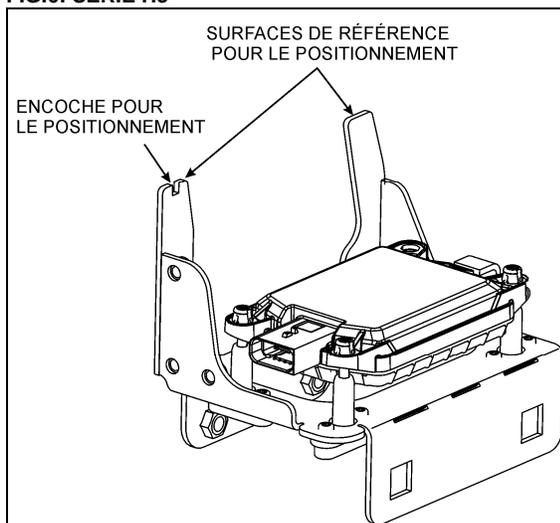
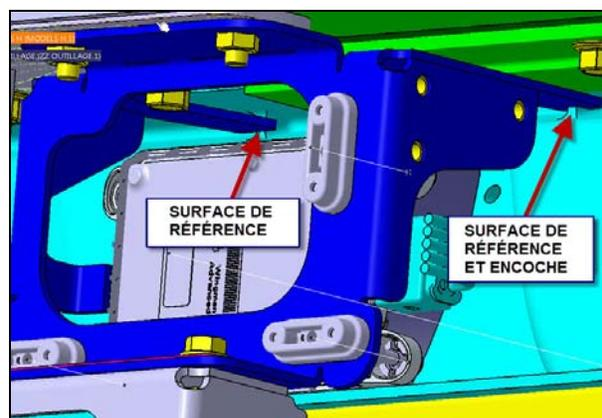

FIG.7: SÉRIE H3
FIG.8: SÉRIE H3
3. Brancher le câblage au connecteur du capteur radar puis installer le nouveau capteur radar préassemblé avec le support de façon similaire à l'installation précédente. Assurez-vous de bien appuyer les surfaces de référence contre la structure du pare-chocs et de bien positionner l'encoche (fig.7 et fig.8).